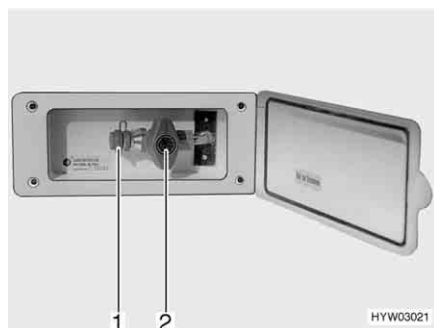

Bild 99 Extern gasanslutning, gasavstängningsventilen stängd
Den externa gasanslutningen (Bild 99) befinner sig, beroende på modell, på fordonets bakdel eller på fordonets vänstra resp. högra sida.
- Anslut den externa gasapparaten till anslutningar (Bild 99,1).
- Öppna gasavstängningsventilen (Bild 99,2).